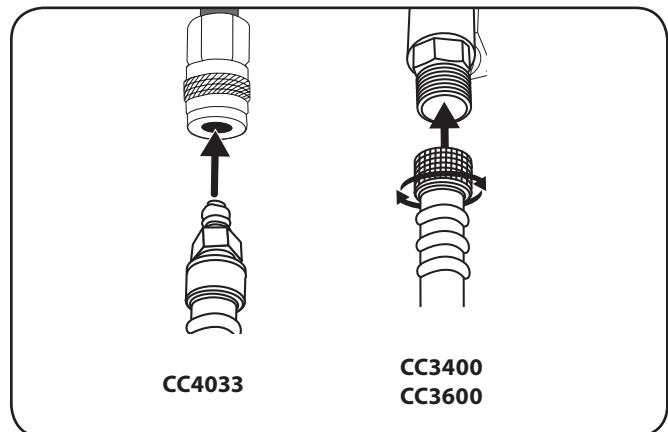

Figure 5-3
- Attachez le boyau à haute pression à la sortie de la pompe. Voir Figure 5-3.